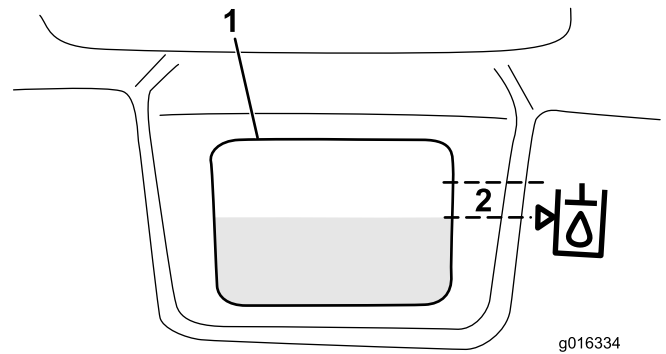

Figura 31
3. Encha lentamente o reservatório com o fluido hidráulico adequado até que o nível se encontre a 6 mm da seta no símbolo junto da janela branca na parte da frente do reservatório (Figura 31). Não encha demasiado.